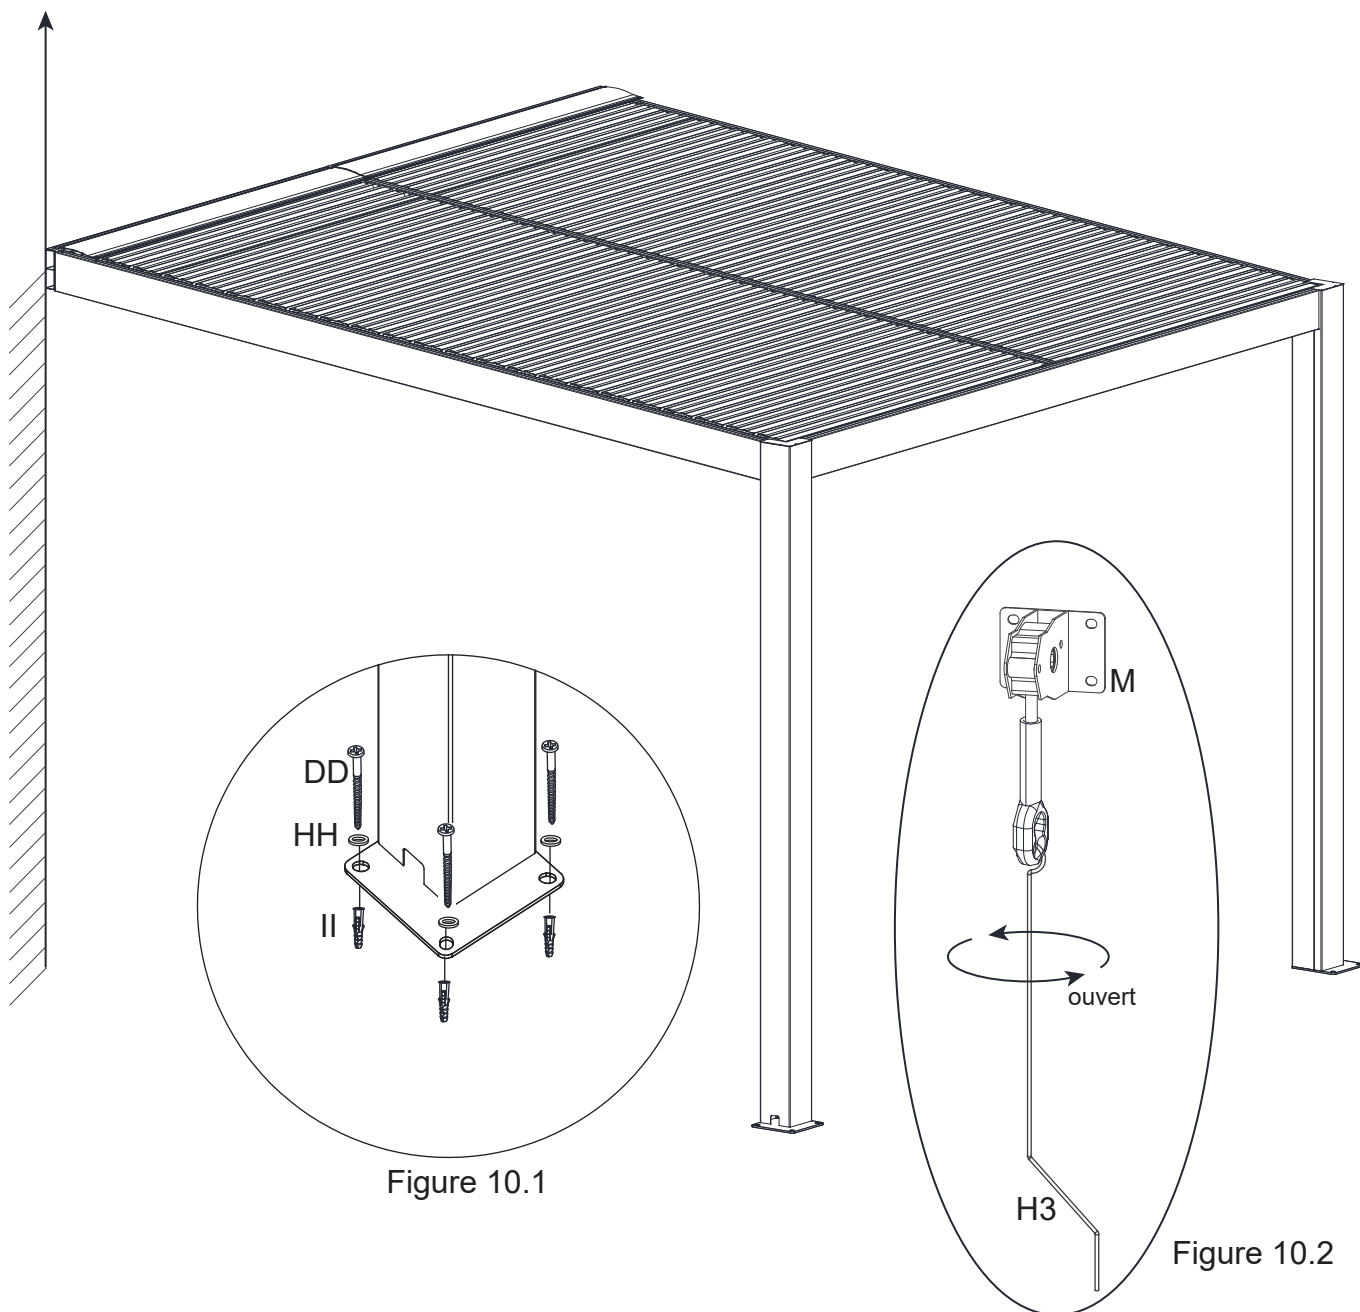

Figure 10.1
Figure 10.1. Fixez la pergola à la plaque d'ancrage (J) à l'aide des vis (DD), des rondelles (HH) ainsi que les capuchons en plastique (II). Assurez-vous de bien serrer le tout pour maintenir sécuritairement votre pergola.